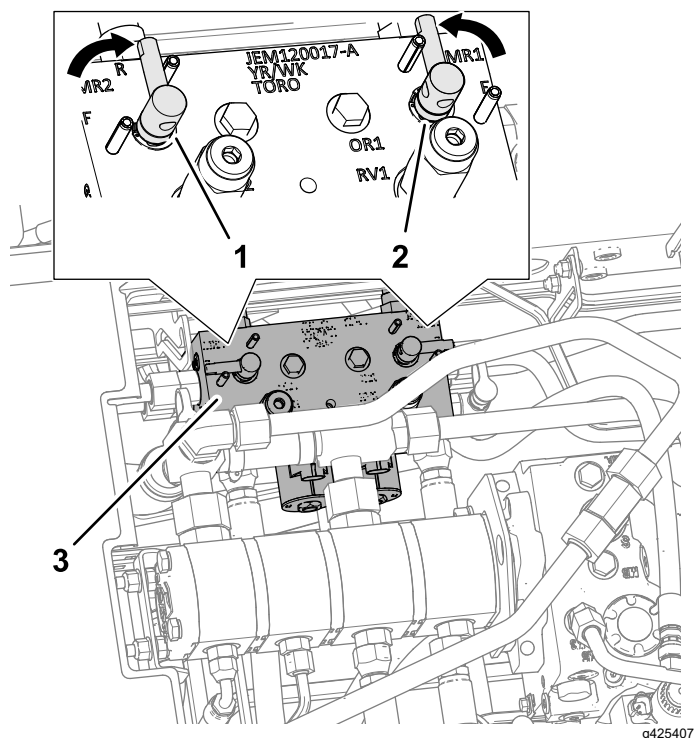

图 109
- 松开并升起座椅露出剪草机歧管图 109。
5. 将倒磨控制杆移至 R 倒磨位置图 109。